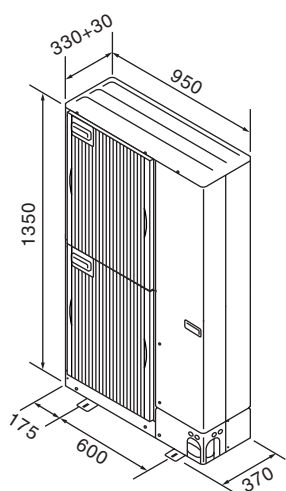

Fig. 3-1
3.3. Yttre dimensioner (Utomhusenhet) (Fig. 3-1)